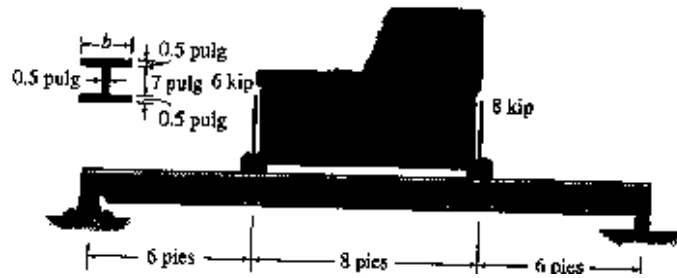

FIGURA 11.-
- 11.- La viga que se muestra en la figura 11. se va usar para soportar la máquina que ejerce fuerzas de 6 y 8 kips. Si el esfuerzo de flexión no debe exceder de 22000 psi, determine el ancho b requerido para los patines.